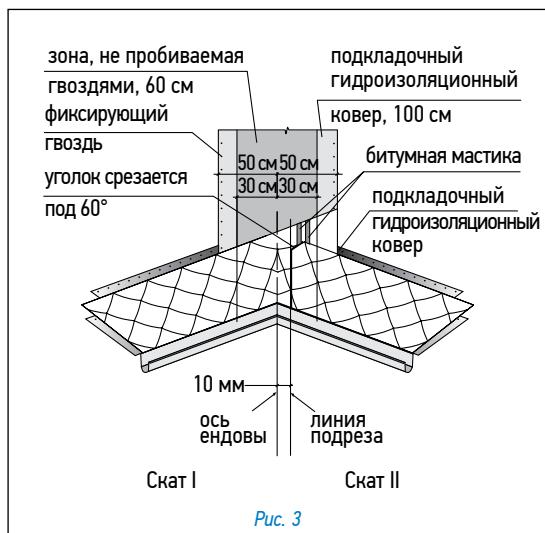

Рис. 3
#### Ендда (рис. 3)
- лист, подходящий к ендде со ската II, должен доходить до линии подрезки и обрезаться по ней. Верхний уголок обрезанного края листа подрезается под углом 60° (5 × 3 см — рис. 3);